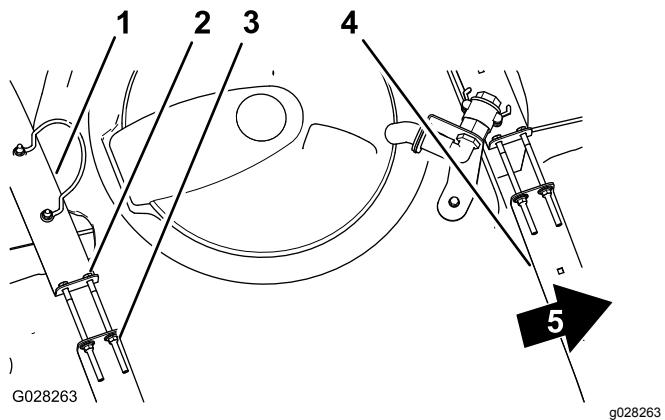

図 78
2. タンクとタンク固定ベルトとの間に、たるみができるないか点検する図 78。
3. ベルトにゆるみがある場合には、ベルトの上部にあるフランジロックナットとボルトを締めてベルトとタンクとが面一になるようにする図 78。